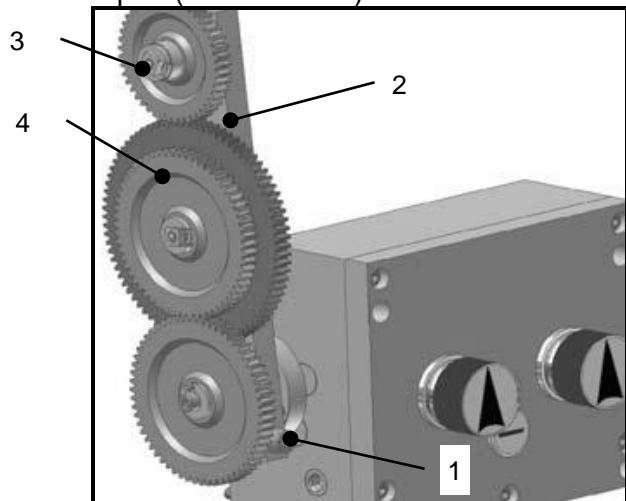

Рис. 15
- Ослабьте винт (1, Рис. 15) поворотной консоли (2, Рис.15)
- Выведете, повернув на себя, из зацепления со шпинделем консоль (2, Рис.15) с набором шестерен для удобства настройки
- Извлеките фиксирующие шайбы осей шестерен, и открутите квадратные гайки (3, Рис.15)
- Аккуратно снимите шестерни (4, Рис.15) с осей, извлеките передвигаемые сухари осей шестерен (не показаны).
После регулировки зазоров между шестернями и их фиксации, поворотом консоли (2, *Рис. 15*) введите шестерни в зацепление с шестерней на шпинделе и зафиксируйте ее винтом (1, *Рис. 15*).